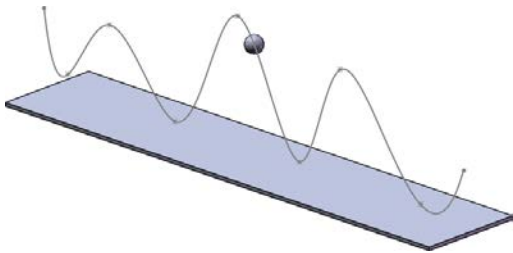

图 5-23 导入零件并定义“重合”配合关系
STEP 1 在装配环境中首先装配一个平板，然后绘制一条样条曲线，再导入一个带有中心点的球，然后定义球的中心点和样条曲线之间的“重合”配合关系，如图 5-23 所示。